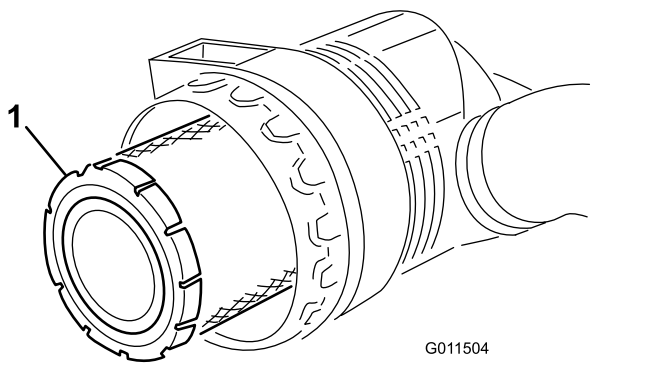

Figura 88
5. Togliete il filtro primario e sostituitelo (Figura 88).